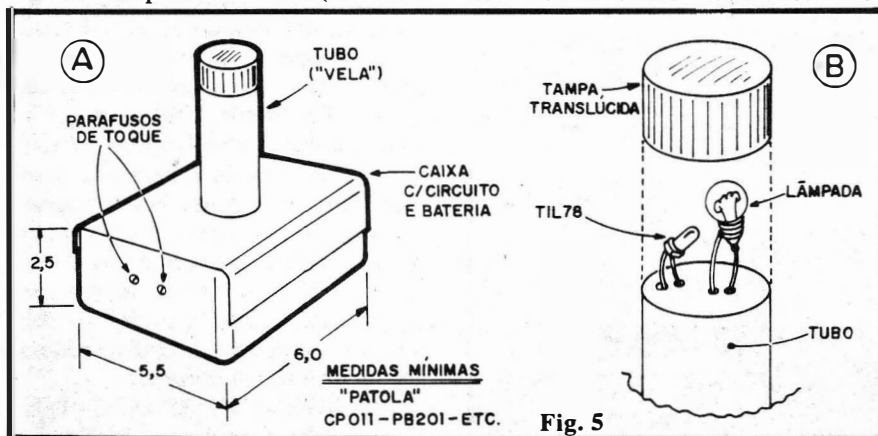

Fig. 5
- **FIG. 5 - Sugestão para "encaixamento"** da LAMA e detalhes do conjunto óptico. Em 5-A temos a "cara" final da LAMA, com a plaquinha do circuito e a bateria acomodadas numa caixa com medidas mínimas de 6,0 x 5,5 x 2,5 cm. (sugestões: "Patola" CP011, PB201, etc.). Sobre a caixa básica, um tubo (plástico) medindo aproximadamente 10,0 de altura por 2,5 cm. de diâmetro pode ser fixado com cola de **epoxy** (tipo "Araldite") ou de ciano-acrilato (tipo "Super-Bonder"). No topo desse tubo, uma campânula translúcida deve acomodar o conjunto óptico, formado pela lampadinha e pelo foto-transistor (detalhes em 5-B). É **importante** que o TIL78 tenha sua "cabeça" sensora apontada para a lâmpada, de modo a receber diretamente a luminosidade desta. Uma prática sugestão para o tubo/campânula é o uso de embalagens de remédios ou cosméticos (muitas têm a forma e estrutura recomendada) que, frequentemente, já incluem uma tampa plástica branca ou translúcida, bastante apropriada para a finalidade. Observar que a campânula ou tampa que recobrirá o foto-transistor e a lâmpada **deve** ser translúcida, mas **não transparente**... Se por acaso o Leitor obteve uma tampa em plástico transparente, basta lixá-la levemente (usar lixa fina para madeira), por dentro, para que a transparência dê lugar à translucidez...